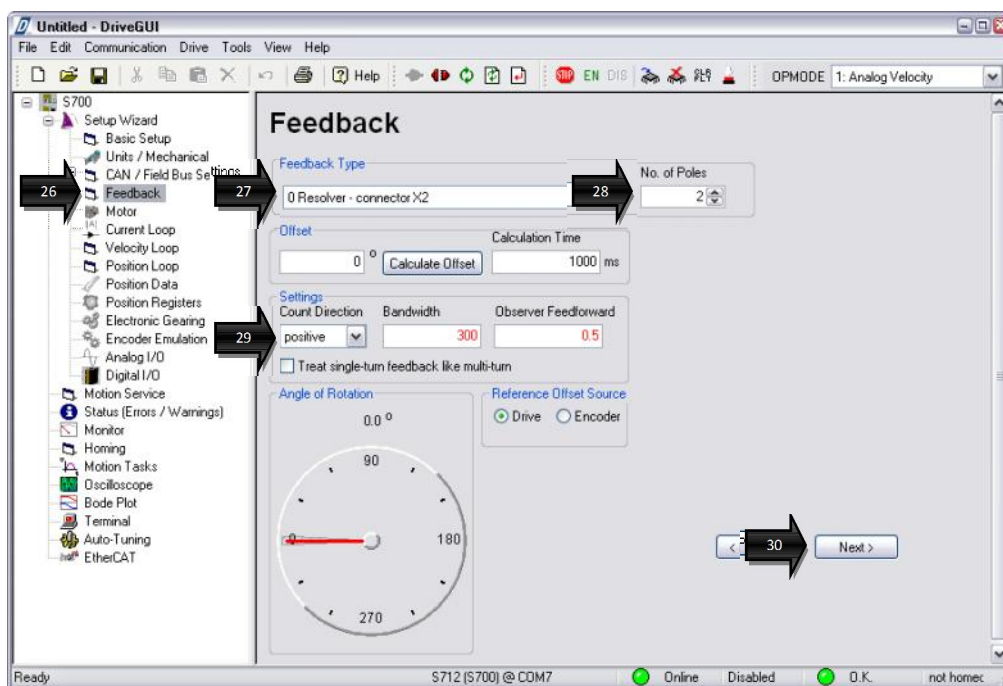

Рисунок 15 – Ввод параметров датчика обратной связи
5.5 В окне «Feedback»²⁶ (рис. 15) следует указать тип датчика обратной связи, а также дополнительные параметры (число полюсов или количество инкрементов на один оборот), направление счёта. См. табл. 3.